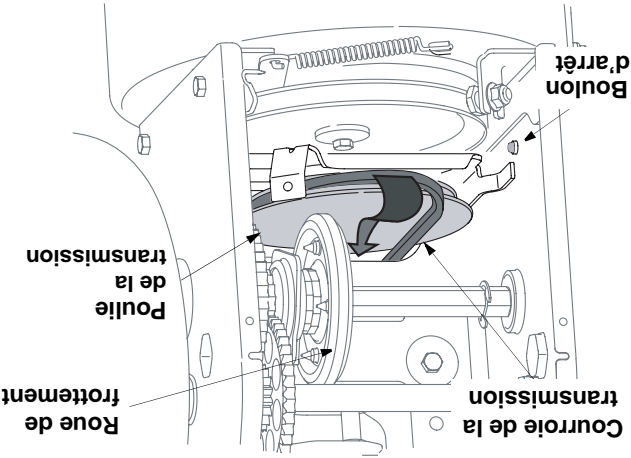

Figure 27
- Dévissez le boulon d'arrêt pour créer un espace suffisant entre le disque de la roue de frottement et la poulie de la transmission ainsi que du disque de la roue de frottement. Voir la Figure 27.
- Débranchez le ressort pour éliminer la tension sur la courroie de la tarrière. Enlevez la courroie usagée et remplacez-la par une courroie neuve bien installée dans la rainure. Voir la Figure 27.
- Enroulez la courroie de la tarrière sur la poulie de la tarrière. Voir la Figure 27.